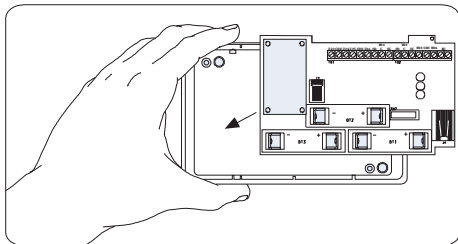
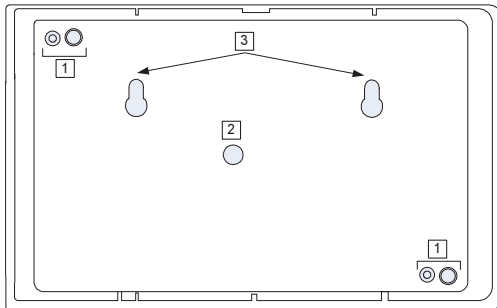

Figure 3 : Retrait du PCB
Figure 4 : Trous d'installation
- Retirez le PCB (Figure 3) et percez les trous pour permettre l'insertion des câbles électriques (1, Figure 4), ainsi que celui du système d'autoprotection à l'arrachement (2, Figure 4).
3. Fixez le récepteur en vous servant des trous d'installation (3, Figure 4) et réinstallez le PCB. Vous devez entendre un « clic » lorsque vous fixez au mur le ressort du système d'autoprotection.